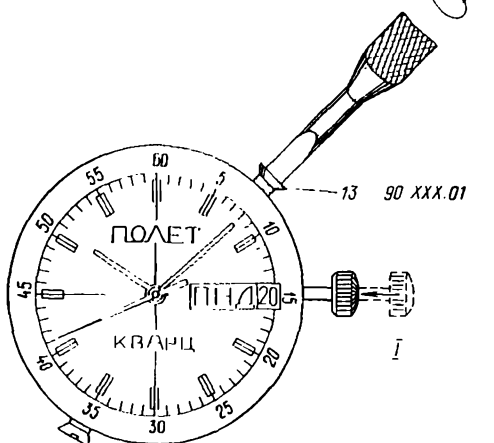

Рис. 143
13. Установить вал переводной в механизм (рис. 143)